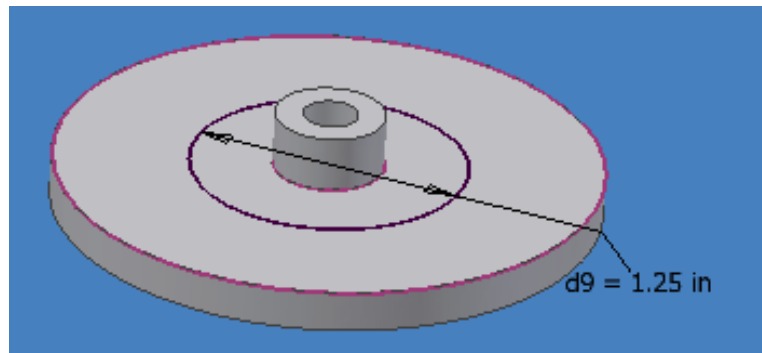

Figura 4.14 Boceto final sobre la superficie del solido.
17.-Acotela de forma que tenga un diámetro de 1.25 pulgadas y finalice el boceto 2D, figura 4.14.